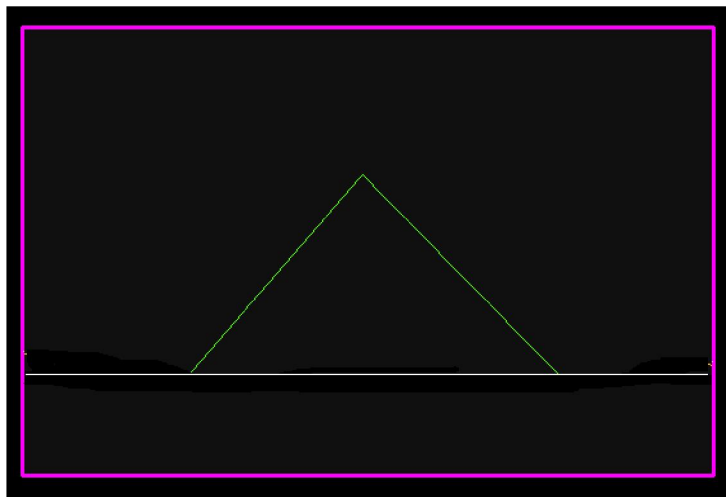

Рисунок 13 – Огибающая линия проекции луча на поверхности калибра
5. Установите калибр на площадку так, чтобы луч лазера проходил по треугольному сечению. Контролируйте изображение огибающей проекции луча на поверхности калибра (рисунок 13).